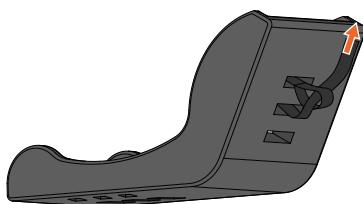

Figure 6 - Fixation de la boucle au poteau de l'enfant.
- Prenez la sangle à boucle de 63 cm et la boucle à mousqueton et enfilez l'ensemble dans le bas de la coque du jeune enfant, comme indiqué à la figure 6.